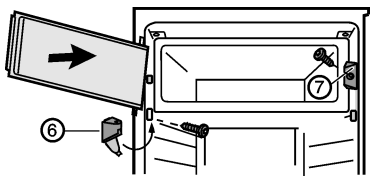

Fig. 3
- ▶ Sluitstuk Fig. 3 (7) monteren.
- ▶ Lagerbus Fig. 3 (6) monteren en afdekking dichtklappen.